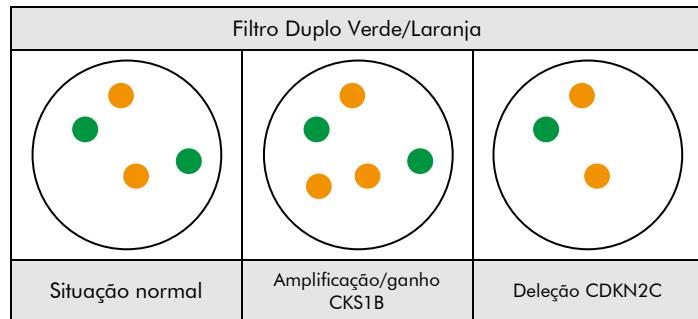

Fig. 2: Resultados esperados em núcleos normais e anormais
**Situação normal:** Em interfases de células normais ou células sem amplificação/ganho envolvendo a região do gene CKS1B ou uma deleção envolvendo a região do gene CDKN2C, são visíveis dois sinais verdes e dois sinais laranja (ver Fig. 2).
**Situação anormal:** Em células com amplificação/ganho da região do gene CKS1B, será visível um número aumentado de sinais de laranja. Em células com deleção que afeta a região do gene CDKN2C, será observado um número reduzido de sinais verdes. Deleções que afetam apenas partes da região do gene CDKN2C podem resultar num padrão de sinal normal com sinais verdes de tamanho reduzido (ver Fig. 2).